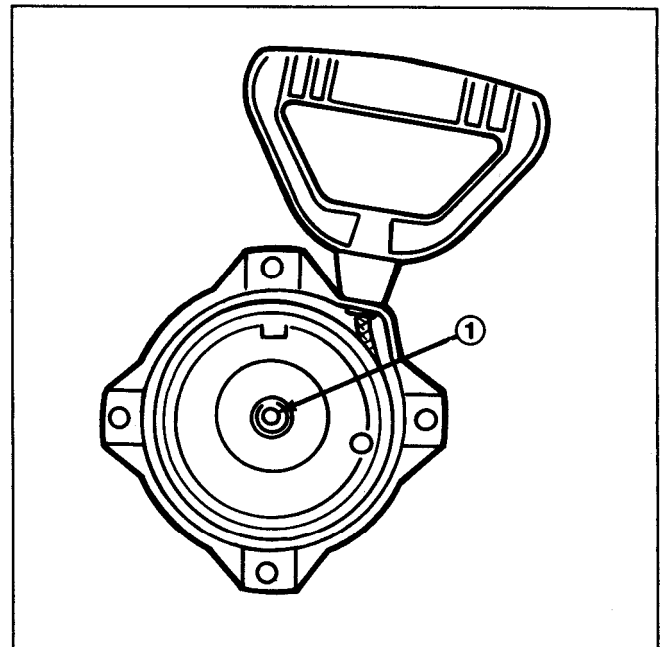

Abbildung 2
1. Je nach dem Modell der Schneefräse entweder (4) Schrauben oder Muttern entfernen, die das Gehäuse des Rücklaufstarters an das Gebläsegehäuse befestigen.
2. Falls der Rücklaufstarter mit einem Zentrierbolzen im Gehäuse ausgestattet ist (Abb. 2), ihn von der Rückseite herauschieben und zu Schritt 4 übergehen. Ist dies nicht der Fall, dann zu Schritt 3 übergehen.